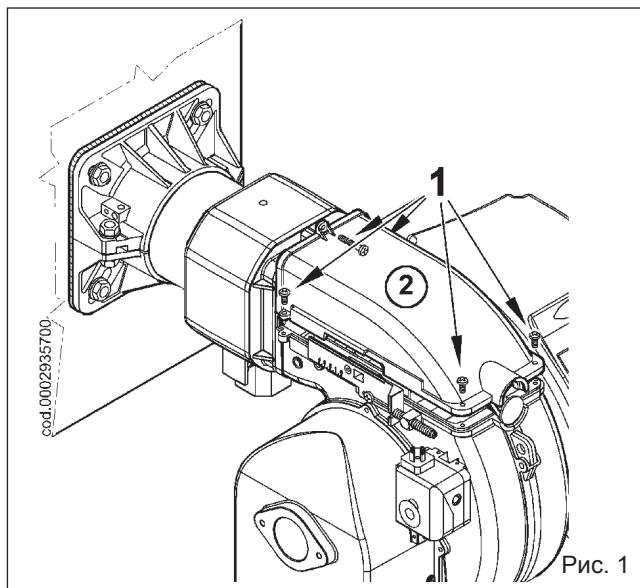

Рис. 1
- Открутите винты (1) и снимите крышку (2), смотрите рисунок 1.
- Выполните инструкции, данные в параграфе "Техобслуживание", выньте узел смешения и снимите винт (1), соединяющий шток продвижения (2) узла с газоподающей трубой (3). Снимите винт (5), соединяющий газовый смеситель (6) с трубой (рис. 1).
- Поверните на 180° коленчатый фитинг (4) и смеситель (6) так, чтобы вход газа был обращен вверх (рис. 1). Снова закрепите смеситель и шток продвижения узла к газоподающей трубе.
- Теперь снимите 4 гайки (7), показанные на рисунке 2, освободите огнеую трубу (8) от соответствующих шпилек и установите ее обращенной вверх резьбовым соединением для крепления газовой рампы.